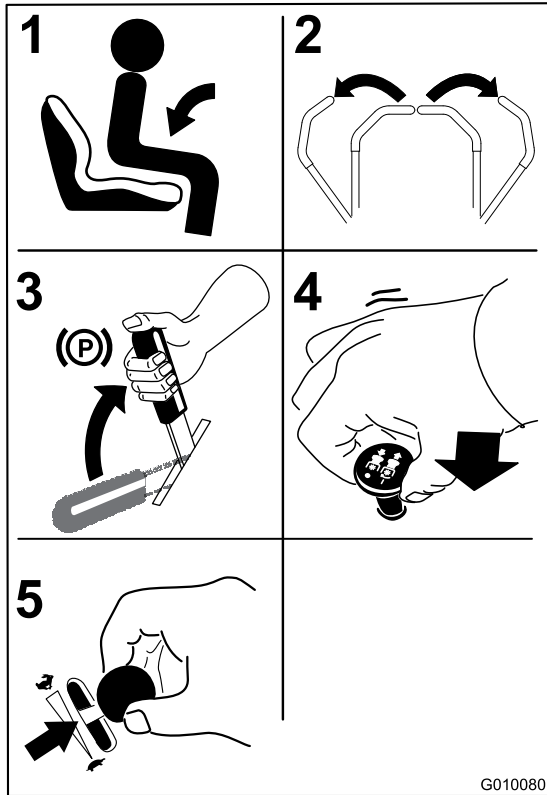

Figure 18
1. Asseyez-vous sur le siège (Figure 18) et attachez la ceinture de sécurité.
2. Écartez les commandes de déplacement vers l'extérieur en position de verrouillage au point mort (Figure 18).
3. Serrez le frein de stationnement (Figure 18) ; voir Serrage du frein de stationnement.
4. Placez la commande des lames (PDF) en position désengagée (Figure 18).